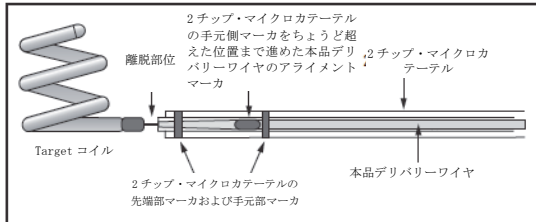

図5：エックス線不透過性マーカの最適な位置合わせ
- (10) 本品をエックス線透視下で進め、目的の部位まで慎重に挿入する。本品を正しく配置できなかった場合は、デリバリーワイヤをゆっくりと引き戻した後、再度ゆっくりと進めて挿入し直す。コイルのサイズが適切でない場合は、コイルを取り出して適切なサイズのコイルと交換すること。（コイルのサイズ及びカテーテルの選択の項を参照のこと。）
- (11) 本品を進め、デリバリーワイヤのエックス線不透過性の手元部マーカが2チップ・マイクロカテーテルの手元部マーカの先端部をちょうど超えたところに一致するように正確に位置を合わせる（下記の図5参照）。RHV を締め、デ